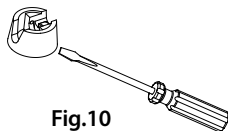

Fig.10
2. Vous avez besoin d'un tournevis pour démonter le couvercle vert sur votre fût Heineken (fig. 10).